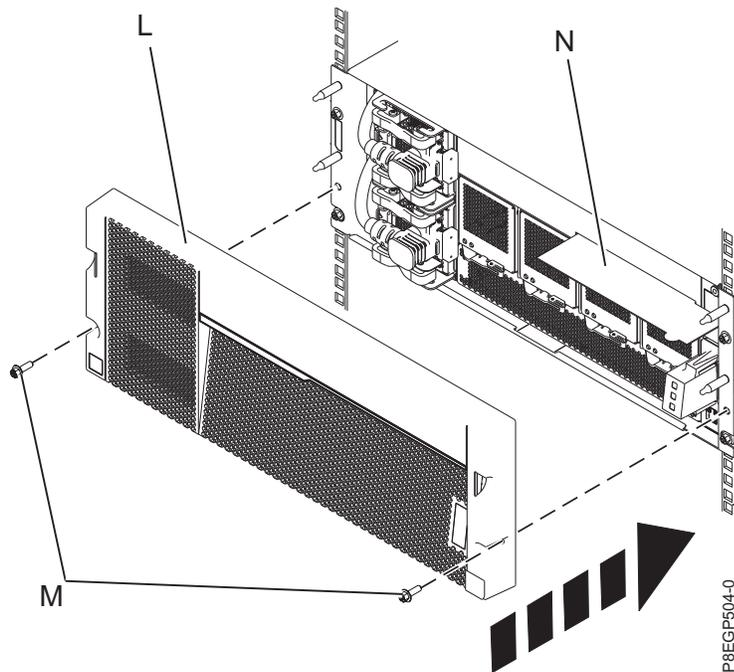

Figura 10. Colocación de la cubierta y de la tarjeta de información de servicio
7. Coloque la cubierta **(L)** en el cajón. Presione la cubierta en su lugar fijándola con los dos tornillos M5 **(M)** en los rieles de la derecha y de la izquierda. Consulte la Figura 10 en la página 13.
8. Inserte la tarjeta de información (N) en la ranura de la cubierta.